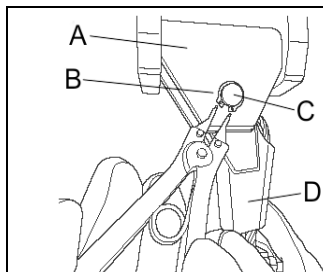

Figura 6-9
- 4) Retire el Anillo de Fijación (B) del Eje del Anclaje de Cable (C) que soporta el Borne (D) del Ensamble de Anclaje del Cable(A) como se muestra en la **Figura 6-9**.